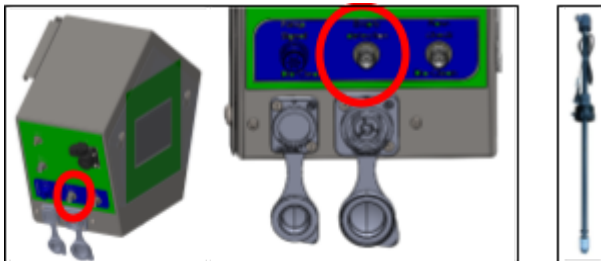

Figuur 31.
4. Sluit de kabel van de flow-control aan op "Flow check" (Zie figuur 31 voor het aansluitpunt en schematische afbeelding van de flow-control).